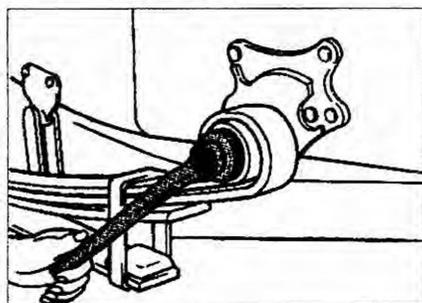

Рис. 5.26. Открутите гайку крепления переднего кронштейна рессоры и снимите прокладку.
6. Открутите гайку крепления переднего кронштейна рессоры и снимите прокладку (рис. 5.26).